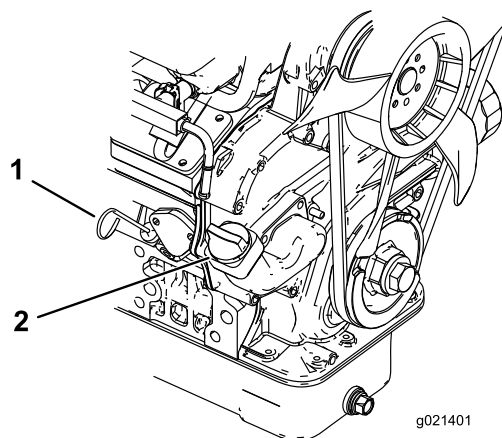

Figura 25
2. Togliete l'asta di livello ed asciugatela con un panno pulito (Figura 25). Inserite l'asta nel tubo e verificate che sia inserita a fondo. Rimuovetela e controllate il livello dell'olio.
3. Se il livello dell'olio è basso, togliete il tappo di rifornimento (Figura 25) e versate dell'olio fino a portarne il livello alla tacca Full sull'asta.